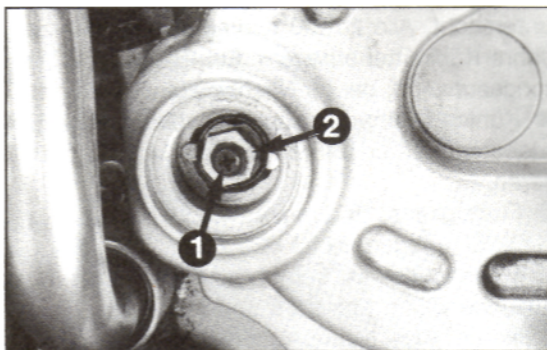

Bild 47
- Gegenmutter SW 12 lösen und Einstellgewinde (Kreuzschlitz) bis zum lockeren Aufsitzen eindrehen, anschließend um 1/4 Umdrehung lösen. Gegenmutter anziehen, siehe Bild 47.